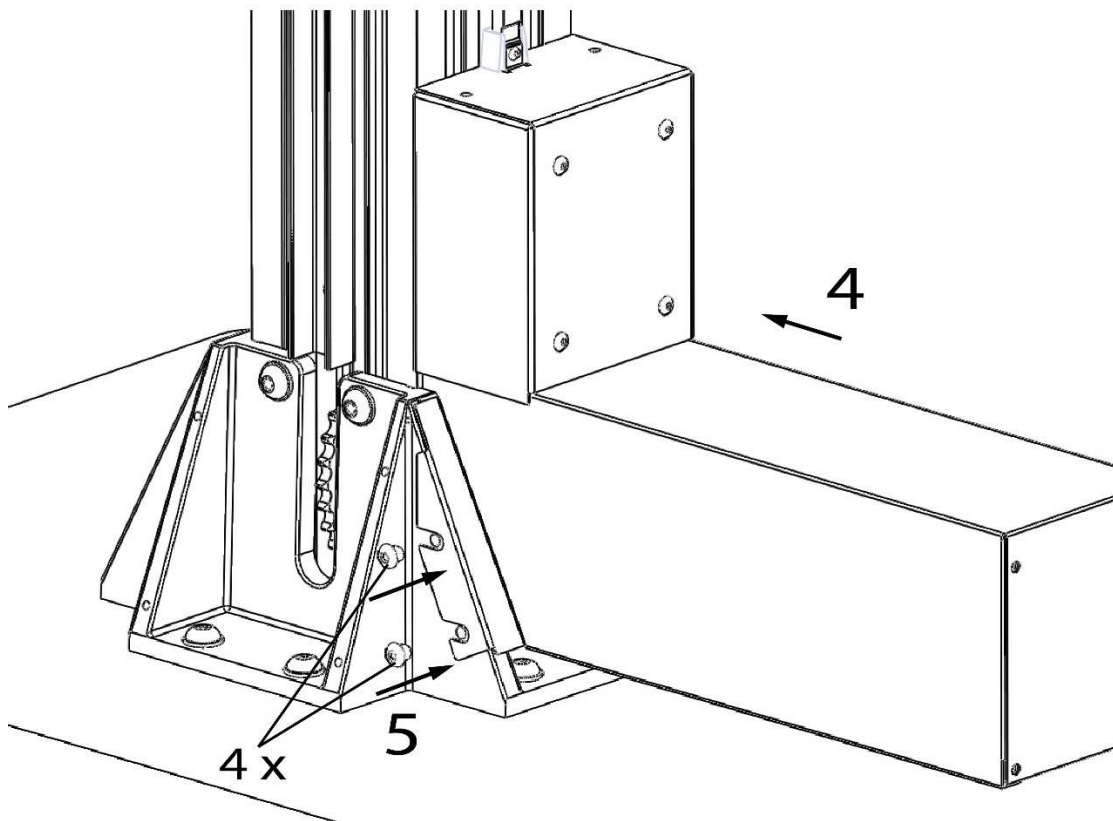

Figura 5: Rimontaggio copertura motore
10. Rimontare il coperchio motore (figura 5).